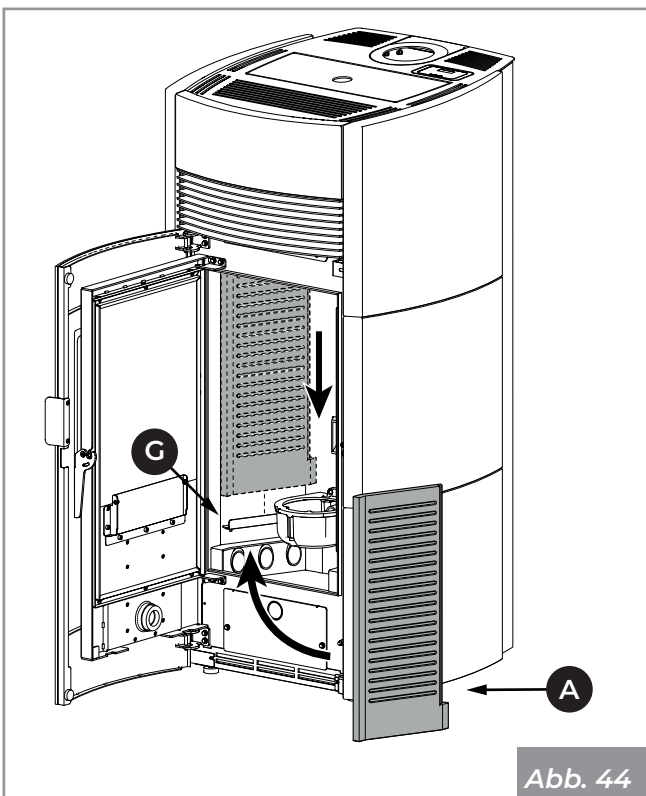

Abb. 44
- Positionieren Sie die linke feuerfeste Wand **(A)** in der Brennkammer, indem Sie den unteren Teil der Wand selbst in das Spezialgehäuse auf dem Träger **(G)** (Abb. 44) einsetzen.